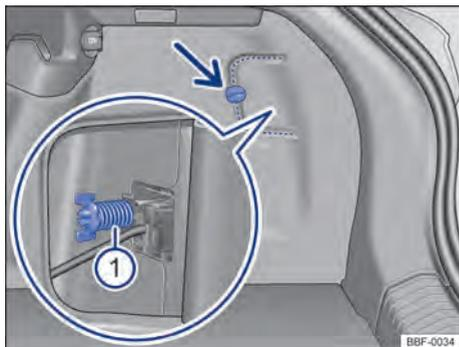
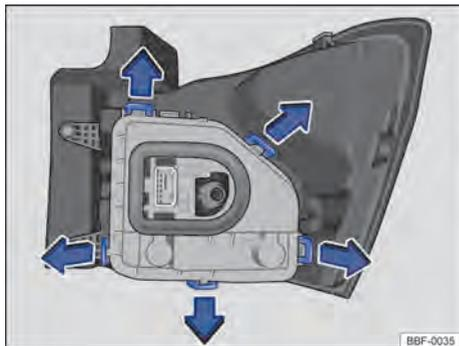

Fig. 132 No compartimento de bagagem: desinstalar cobertura e retirar o parafuso borboleta ① (lupa).
Fig. 133 Lanterna traseira: desinstalar o suporte das lâmpadas
- ① Observar a lista de controle e executar as ações → Página 174.
- ② Abrir a tampa traseira → Página 74.
- ③ Para abrir a cobertura da lanterna, girar a trava → Fig. 132 (seta).
- ④ Abrir a cobertura junto com a trava para o lado.
- ⑤ Soltar o parafuso borboleta ① (lupa) e retirá-lo, segurando, ao mesmo tempo a lanterna traseira.
- ⑥ Puxar cuidadosamente a lanterna traseira para fora, para desencaixá-la da carroceria → ①.
- ⑦ Desencaixar o conector de alimentação das lâmpadas da lanterna, para remover totalmente a lanterna.
- ⑧ Colocar a lanterna traseira sobre uma superfície limpa e lisa.
- ⑨ Para destravar o suporte das lâmpadas, pressionar cada lingueta de travamento → Fig. 133 no sentido das setas.
- ⑩ Remover o suporte das lâmpadas cuidadosamente.
- ⑪ Para remover as lâmpadas incandescentes queimadas pressionar a lâmpada contra o alojamento e girar no sentido anti-horário.
- ⑫ Substituir a lâmpada incandescente queimada por uma lâmpada incandescente nova do mesmo modelo.
- ⑬ Para inserir as novas lâmpadas no suporte das lâmpadas, introduza a nova lâmpada no respectivo alojamento. Pressionar a lâmpada e girar no sentido horário até o batente.
- ⑭ Certificar-se de que as lâmpadas estão corretamente fixadas no suporte das lâmpadas.
- ⑮ Instalar o suporte das lâmpadas na lanterna traseira. As linguetas de travamento → Fig. 133 devem encaixar de forma audível.
- ⑯ Colocar o conector de alimentação na lanterna.
- ⑰ Encaixar a lanterna traseira cuidadosamente no alojamento da carroceria.
- ⑱ Segurar a lanterna traseira na posição de montagem com uma das mãos e aparafusar com a outra o parafuso borboleta → Fig. 132 ①.
- ⑲ Recolocar a cobertura da lanterna em sua posição e girar a trava para fechar.
- ⑳ Fechar a tampa traseira → Página 74.